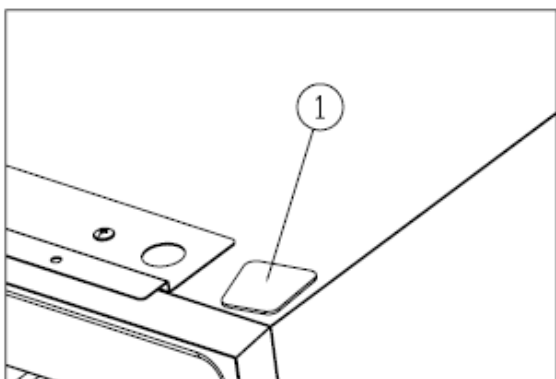

Figura 4
✧ Instale a tampa germinial ①.[Figura 4]